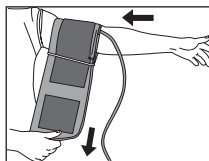

Fig. 3
2. Deje pasar el brazo izquierdo por el brazalete y alinee la marca arterial sobre la arteria braquial del lado interno del brazo (Fig. 3).